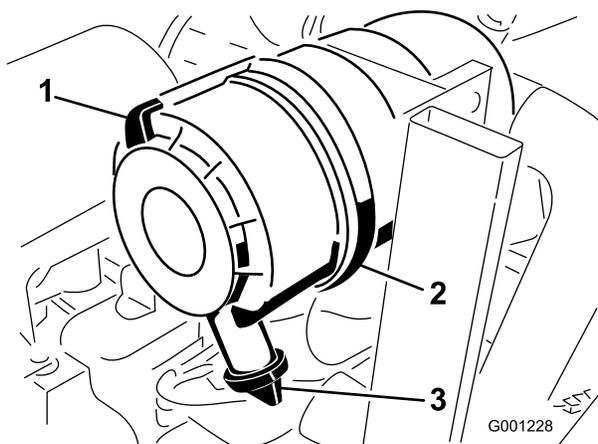

図 47
1. ラッチを引いて外し、カバーを左にひねってボディーからはずす(図47)。
2. エアクリーナのボディーからカバーを外す(図47)。
8. アウトレットバルブが下向き後ろから見たとき、時計の5:00と7:00の間になるようにカバーを取り付ける(図47)。